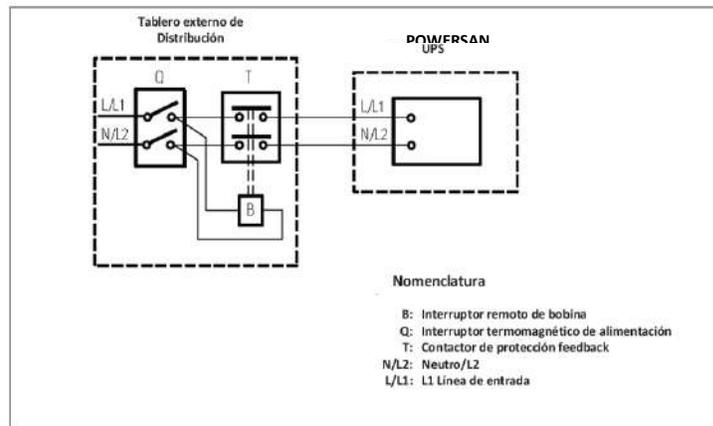

FIGURA 1.1. SISTEMA EXTERNO DE PROTECCIÓN DE RETORNO
- No existe una protección de retroalimentación estándar dentro del UPS. Proteja al UPS antes de operarlo de acuerdo con la Figura 1.1. El dispositivo de aislamiento debe soportar la corriente de entrada del UPS.